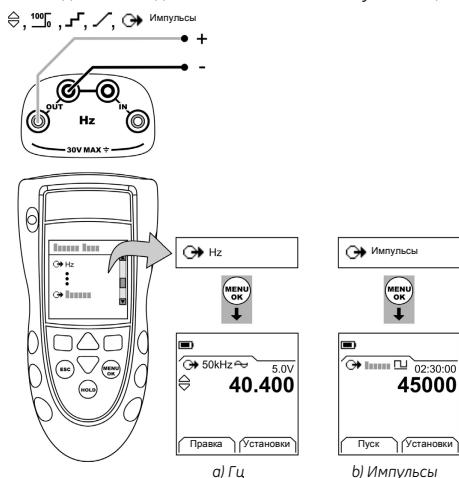

Рисунок 2: Пример конфигурации - Для подачи Гц или импульсов
- Подключите прибор (Рисунок 2) и, при необходимости, отрегулируйте Настстройка (Таблица 1).